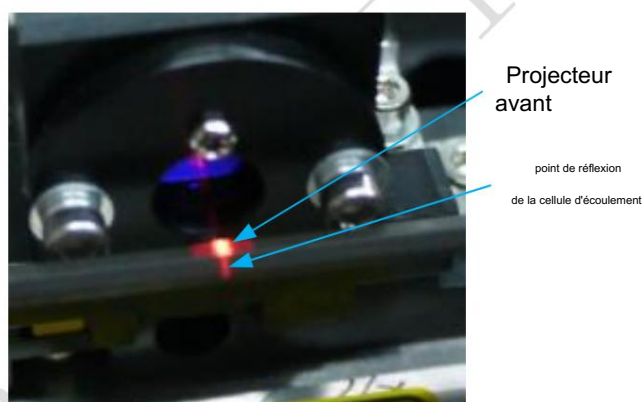

Figure 6-19 Alignement de l'optique avant et de la cellule de flux
4. Vérifiez que la sortie optique avant est perpendiculaire à la cellule d'écoulement. Placez une clé hexagonale contre la sortie optique avant. Vous pouvez alors observer l'optique avant et le point réfléchi par la cellule d'écoulement ; ils se superposent, comme illustré sur la figure 6-19.